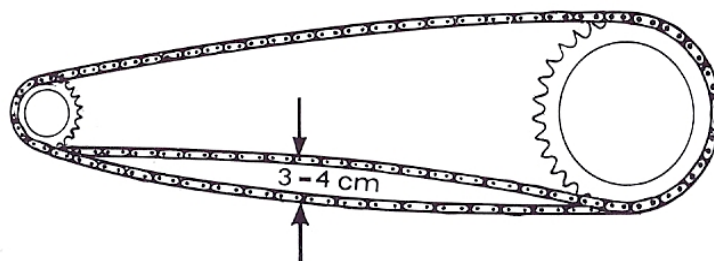

Bild 16. Kontroll av kedjespänning
4. Kontrollera kedjespänningen; se bild 16.